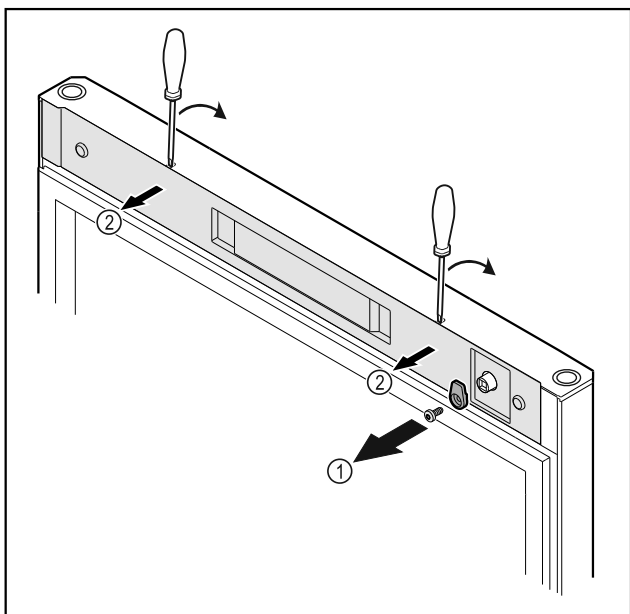

Fig. 10
- ▶ Открутите запорный крючок Fig. 10 (1).
- ▶ С помощью небольшой отвертки освободите крышку Fig. 10 (2) от фиксации и снимите ее.